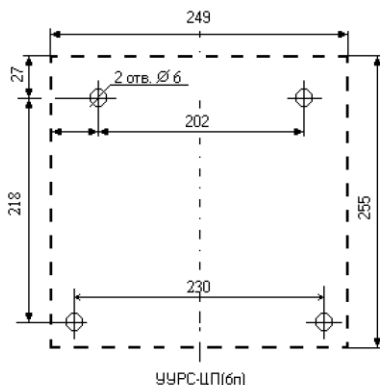

Рис. 4. Порядок разметки для крепления приборов
7.2 Осуществить монтаж прибора на стене или другой несущей поверхности шурупами $\text{Ø} 4\text{ мм}$ для дюбеля $\text{Ø} 6\text{ мм}$ так, чтобы нижний край прибора находился на расстоянии около $1,5\text{ м}$ от пола. Разметка для установки прибора приведена на рис. 4.